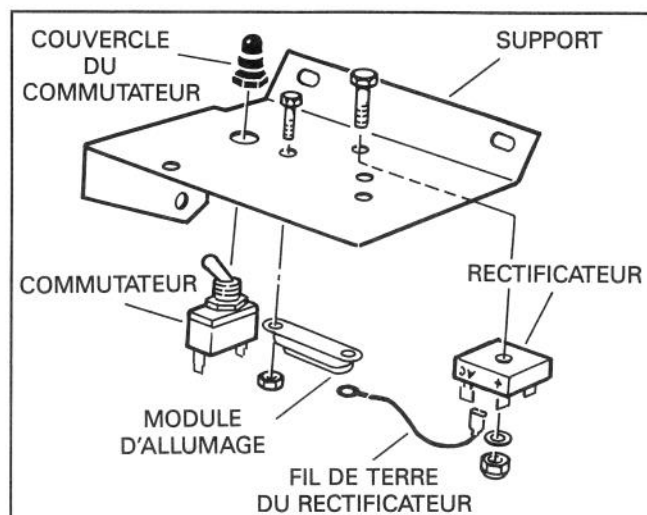

Figure 11
13. En faisant attention à ce que son levier pointe dans la bonne direction (fig. 11), posez le commutateur sur le support de montage des éléments.
14. À l'aide des vis n° 10 x 0,50 po. de long et contre-écrous, raccordez le module d'allumage avec le fil de terre du rectificateur au support de montage des éléments (fig. 11).
15. À l'aide d'un ensemble vis n° 10 x 1,00 po. de long, rondelle et contre-écrou, posez le rectificateur sur le support de montage des éléments. La borne négative du rectificateur doit être adjacente au module d'allumage (fig. 11).
16. Reliez l'autre borne du fil de terre du rectificateur à la borne négative (-) du rectificateur (fig. 11).